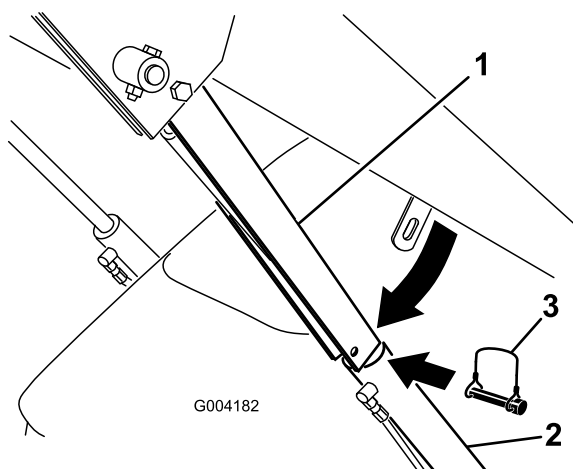

Figura 19
4. Retire la pasador de seguridad que fija el bloqueo del cilindro al brazo de carga (Figura 19).
5. Baje el bloqueo del cilindro sobre la barra del cilindro y fíjelo con el pasador de seguridad (Figura 19).